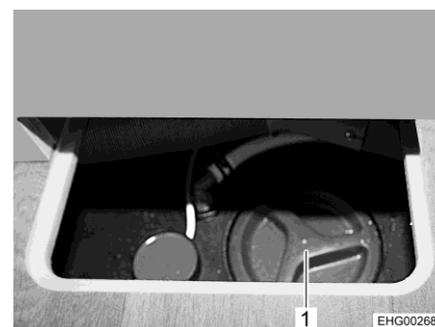

Fig. 155 Serbatoio delle acque grigie
- Aprire l'apertura per la pulizia (Fig. 155,1) sul serbatoio delle acque grigie.
- Chiudere l'apertura per la pulizia (Fig. 155,1) sul serbatoio delle acque grigie.